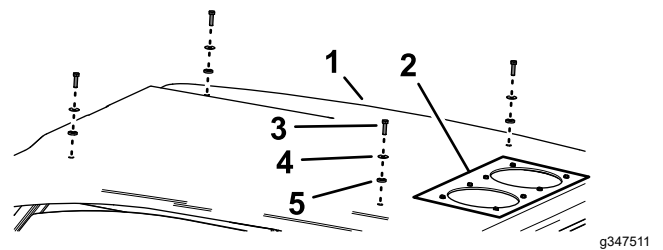

Figure 31
1. Retirez les 4 écrous, les 4 rondelles et les 4 joints qui fixent le pavillon à la cabine (Figure 31).
4. Fixez le pavillon sur la cabine à l'aide des 4 boulons, 4 rondelles et 4 joints (Figure 31) que vous avez retirés à l'opération 1.